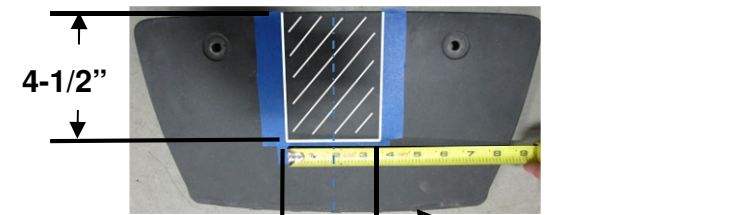

Figure 3
- Découper le panneau d'accès de l'attelage** - À l'aide d'un ruban à mesurer, d'un marqueur et d'un couteau utilitaire, découper une encoche d'environ 3 ½ x 4 ½ po (larg. x prof.) dans le panneau d'accès de l'attelage. Voir la Figure 3. ***Ou remettez le panneau d'accès de l'attelage et les deux (2) rivets-poussoirs au propriétaire du véhicule.**
9. **Découper le panneau d'accès de l'attelage** - À l'aide d'un ruban à mesurer, d'un marqueur et d'un couteau utilitaire, découper une encoche d'environ 3 ½ x 4 ½ po (larg. x prof.) dans le panneau d'accès de l'attelage. Voir la Figure 3. ***Ou remettez le panneau d'accès de l'attelage et les deux (2) rivets-poussoirs au propriétaire du véhicule.**